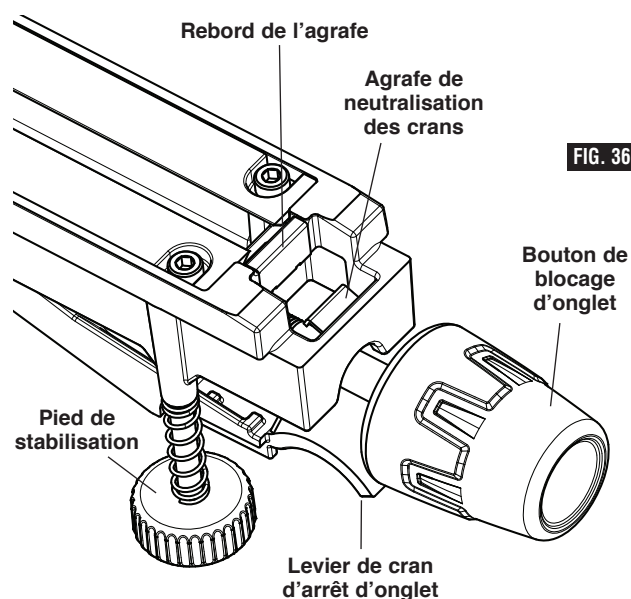

FIG. 36
2. Poussez l'agrafe de neutralisation de crans d'arrêt d'onglet vers l'avant et accrochez-la en place sur le rebord. Relâchez le levier de cran d'arrêt d'onglet (figure 36).
Le pied de stabilisation avant est situé à l'avant de la base de la scie à proximité du système de neutralisation des crans (figure 36). Il fournit un support et une stabilité supplémentaires lors des coupes glissantes. Pour ajuster le pied en fonction de la surface de travail, procédez aux étapes suivantes :